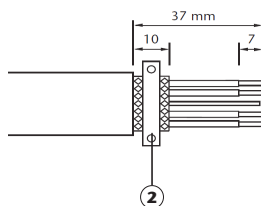

Fig. 5
1. Pelar el extremo del cable CAN-BUS según el siguiente esquema, Fig. 5.
2. Conectar los conductores individuales del cable CAN BUS al conector macho enchufable de 5 polos proporcionado de acuerdo al siguiente esquema (Fig. 5).
3. Sujetar el cable a la carcasa proporcionada atornillando la pletina de retención (2) y cierre la carcasa.